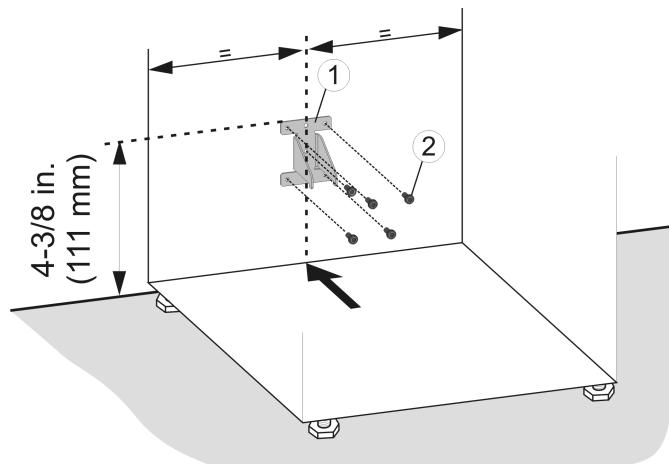

Fig. 12
- Monte el seguro antivuelco *Fig. 12 (1)* con los tornillos *Fig. 12 (2)* correspondientes.